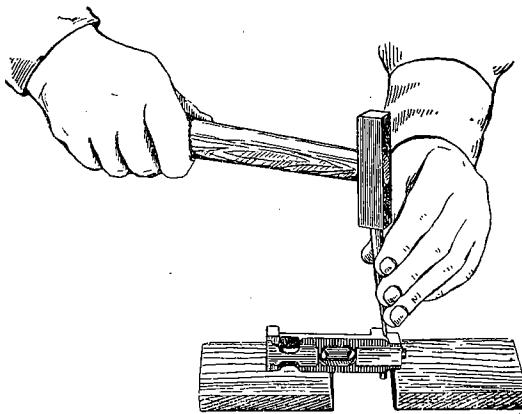

Рис. 65. Выбивание оси выбрасывателя
- при помощи выколотки и молотка выбить ось выбрасывателя (рис. 65), после чего вынуть выбрасыватель и его пружину из гнезда.